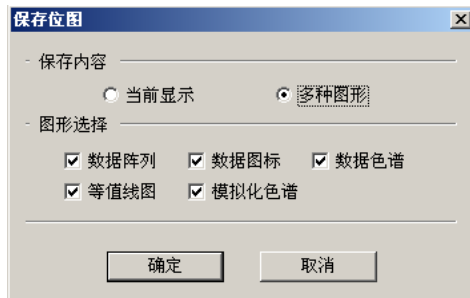

图 4.19 保存位图
2、保存位图：用于保存当前显示信息到选定的位图文件，方便用户对图形分析结果进行进一步处理或引用(如图 4.19 所示)。